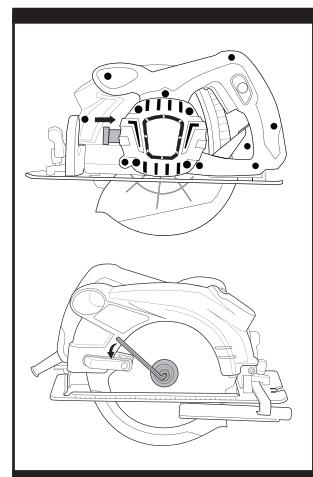

Fig. 6
7. CHANGING A SAW BLADE (Fig. 6)